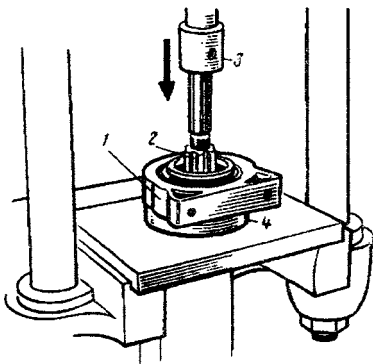

Рис. 12. Снятие промежуточной опоры карданной передачи
При разборке карданной передачи устанавливают в тисках передний карданный вал, снимают круглогубцами стопорные кольца игольчатых подшипников и выколоткой с молотком выпрессовывают подшипники из вилок карданного шарнира. Затем отвертывают гайку крепления вилки карданного шарнира к переднему карданному валу и съемником снимают вилку. После этого на прессе 3 (рис. 12) с помощью подкладных полуколец 4 снимают с переднего карданного вала 2 промежуточную опору 1 в сборе. Аналогичным способом разбирают задний карданный вал.
6. Повышенный зазор в подшипнике промежуточной опоры. Заменить изношенный шариковый подшипник промежуточной опоры. С этой целью снимают промежуточную опору (см. рис. 12) с переднего карданного вала и разбирают ее, для чего вынимают стопорное кольцо подшипника и съёмником выпрессовывают подшипник из опоры.
7. Повреждение промежуточной опоры. Заменить промежуточную опору, сняв ее с переднего карданного вала (см. рис. 12).